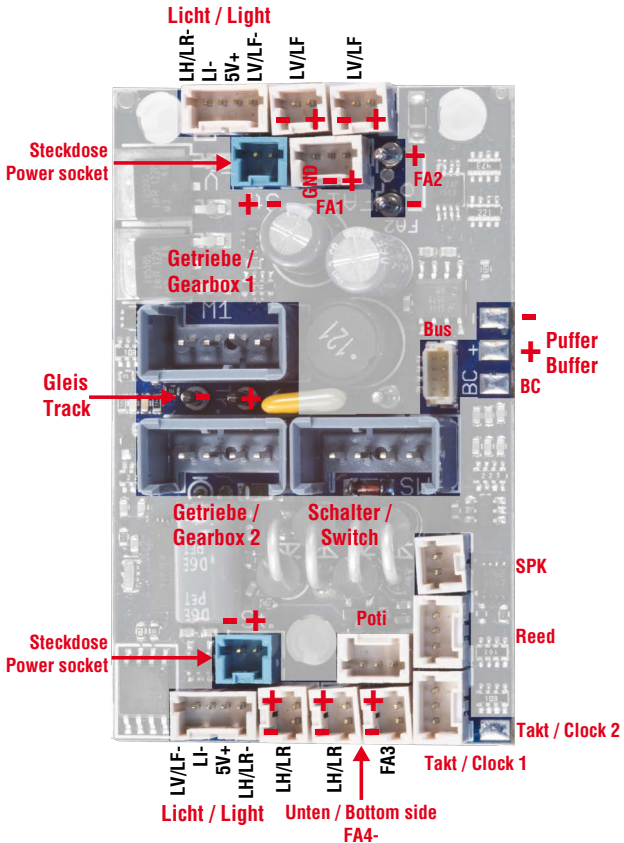

Abbildung 1: eMOTION Decoder Anschlüsse
- **Hinweis zur Bus-Buchse:** Der Busanschluss ist vorgesehen zur Steuerung weiterer Komponenten. Für den Anschluss an die Funktionsausgänge empfehlen wir die verschiedenen MiniCT Anschlusskabel (8312001, 8312002, 8312003). Die Belegung können Sie Abbildung 1 entnehmen.
Möchten Sie die Auslösung eines Sounds durch Gleismagnete nutzen, so können bis zu zwei Reedkontakte (potentialfrei) über die Reedkontaktanschlüsse des eMOTION XLS-Onboard Sounddecoders gegen GND angeschlossen werden (Abb. 1).